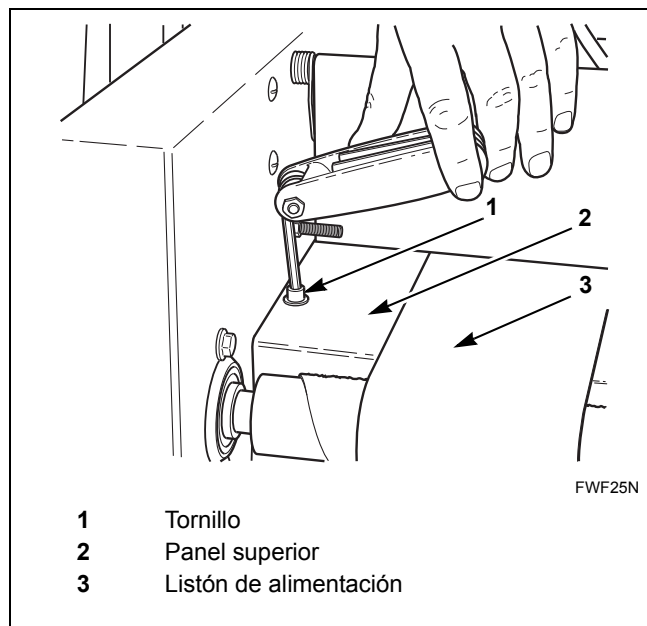

Figura 31
5. Quite el tornillo del lado izquierdo en el panel superior (detrás del rodillo de alimentación). Consulte la *Figura 31*.